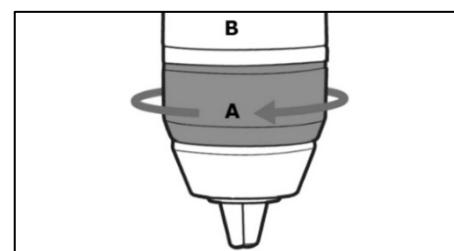

Рисунок 11.
Убедитесь, что сверло отцентрировано в патроне. Удерживая патрон за неподвижное основание (B) (рис. 11), вращайте зажимное кольцо (A) по часовой стрелке для фиксации сверла или против – для ослабления зажима.